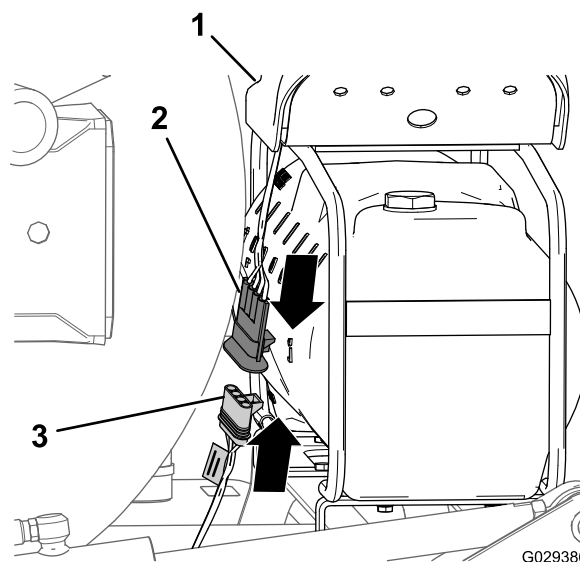

Рисунок 180
- В конце ответвления жгута проводов длиной 236 см совместите 4-гнездовой разъем жгута проводов доводочного комплекта с 4-штыревым разъемом жгута проводов компрессора (Рисунок 180).
- Вставьте 4-штыревой разъем в 4-гнездовой разъем (Рисунок 180).